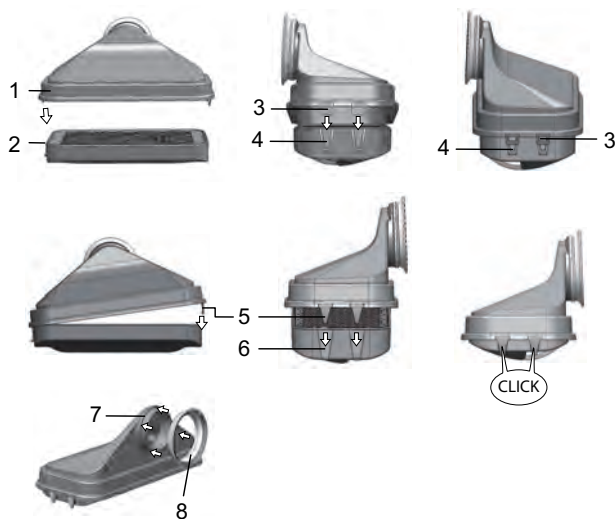

図 9-8. HEPA フィルタの取付
8. エアボックスを裏返し（図 9-8、5）、エアボックス左側のタブ（図 9-8、6）から外します。
9. エアボックスの右側（図 9-8、3）にあるタブを、HEPA フィルタの対応する溝（図 9-8、1）から外します（図 9-8、4）。
10. 新しいHEPA フィルタをエアボックスに入れ (図 9-8、1)、所定の位置にロックします。